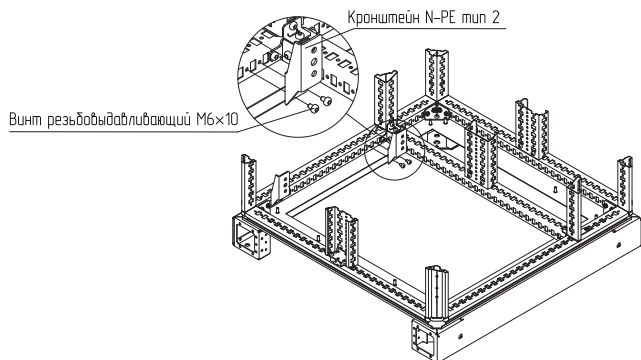

Рисунок 2
4.1.2 Закрепить кронштейны N-PE тип 2 в основании винтами M6×10 (рисунок 2). Момент затяжки – 7 Н·м.